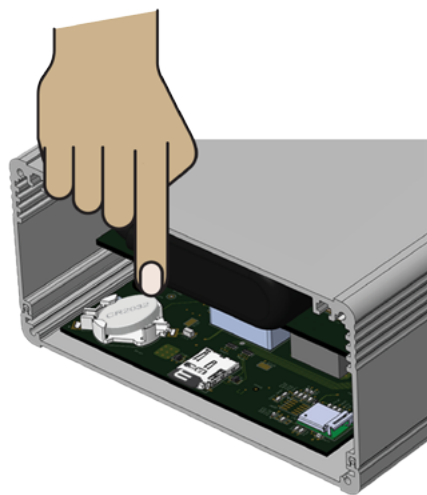

Figure 23 : Insérer une pile bouton neuve
- b. Insérer la pile neuve de biais (voir Figure 23 ). Appuyer sur le dessus de la pile pour l'enclencher dans le porte-pile. La batterie ne s'enclenche pas si elle n'est pas mise en place correctement.